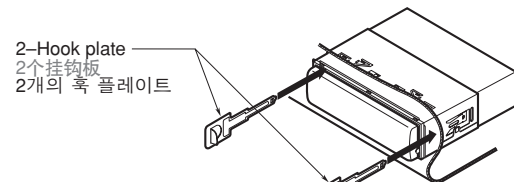

Figure 13 / 图 13 / 그림 13
- Insert and lock the hook plates. (Figure 13)
- 插入并锁定挂钩板。(图13)